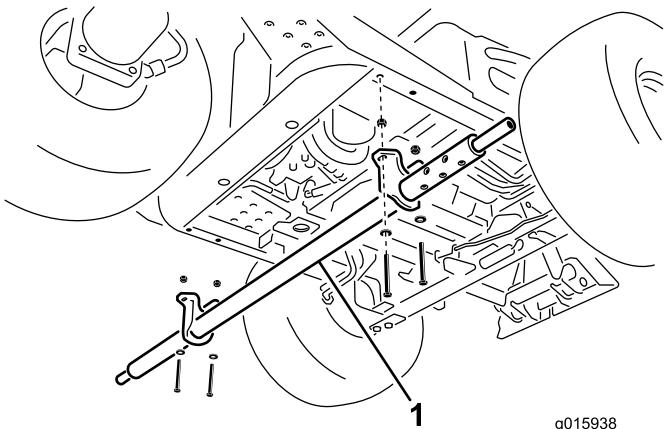

Figura 11
1. Desde el lado izquierdo de la máquina, coloque el tubo transversal debajo de la máquina, alineando los taladros de los soportes de montaje con los taladros de los tubos del bastidor (Figura 11).
2. Sujete los soportes de montaje del tubo transversal a los tubos del bastidor con 4 tornillos (3/8 x 3 pulgadas), arandelas planas y contratuerca (3/8 pulgada) (Figura 11).